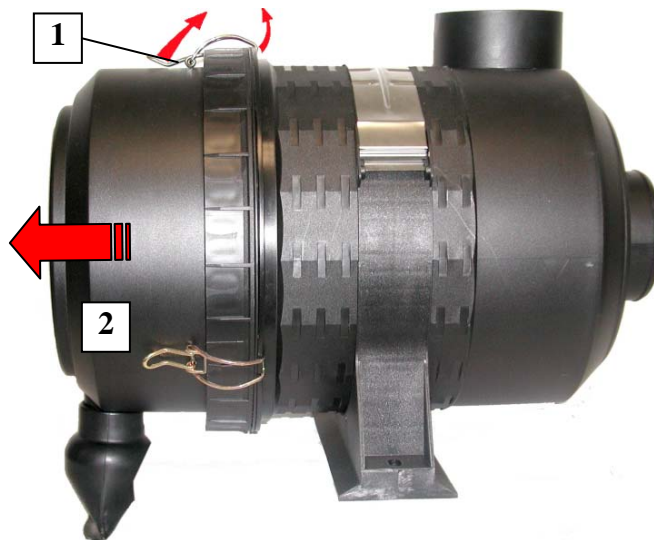

Fig. 4 Extraction de la partie inférieure du corps
- Déverrouiller les fermetures de serrage en fil métallique (1) et retirer la partie inférieure du corps (2) (voir Fig. 4).